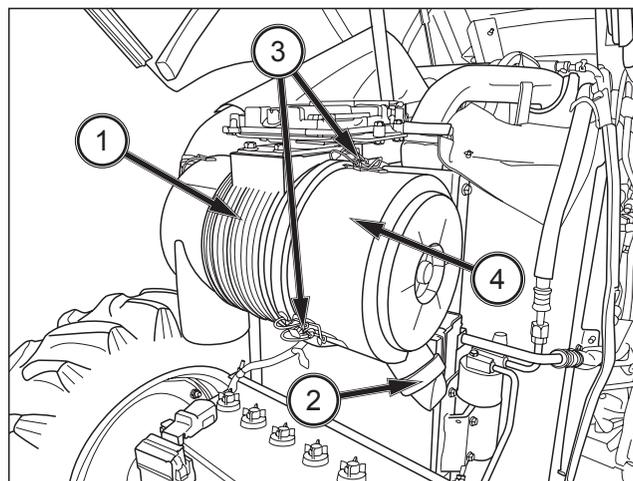

FIG. 160
**FIG. 160 et 161** : Ouvrez le capot pour faire l'entretien du filtre à air (1) et de la soupape d'évacuation (2).